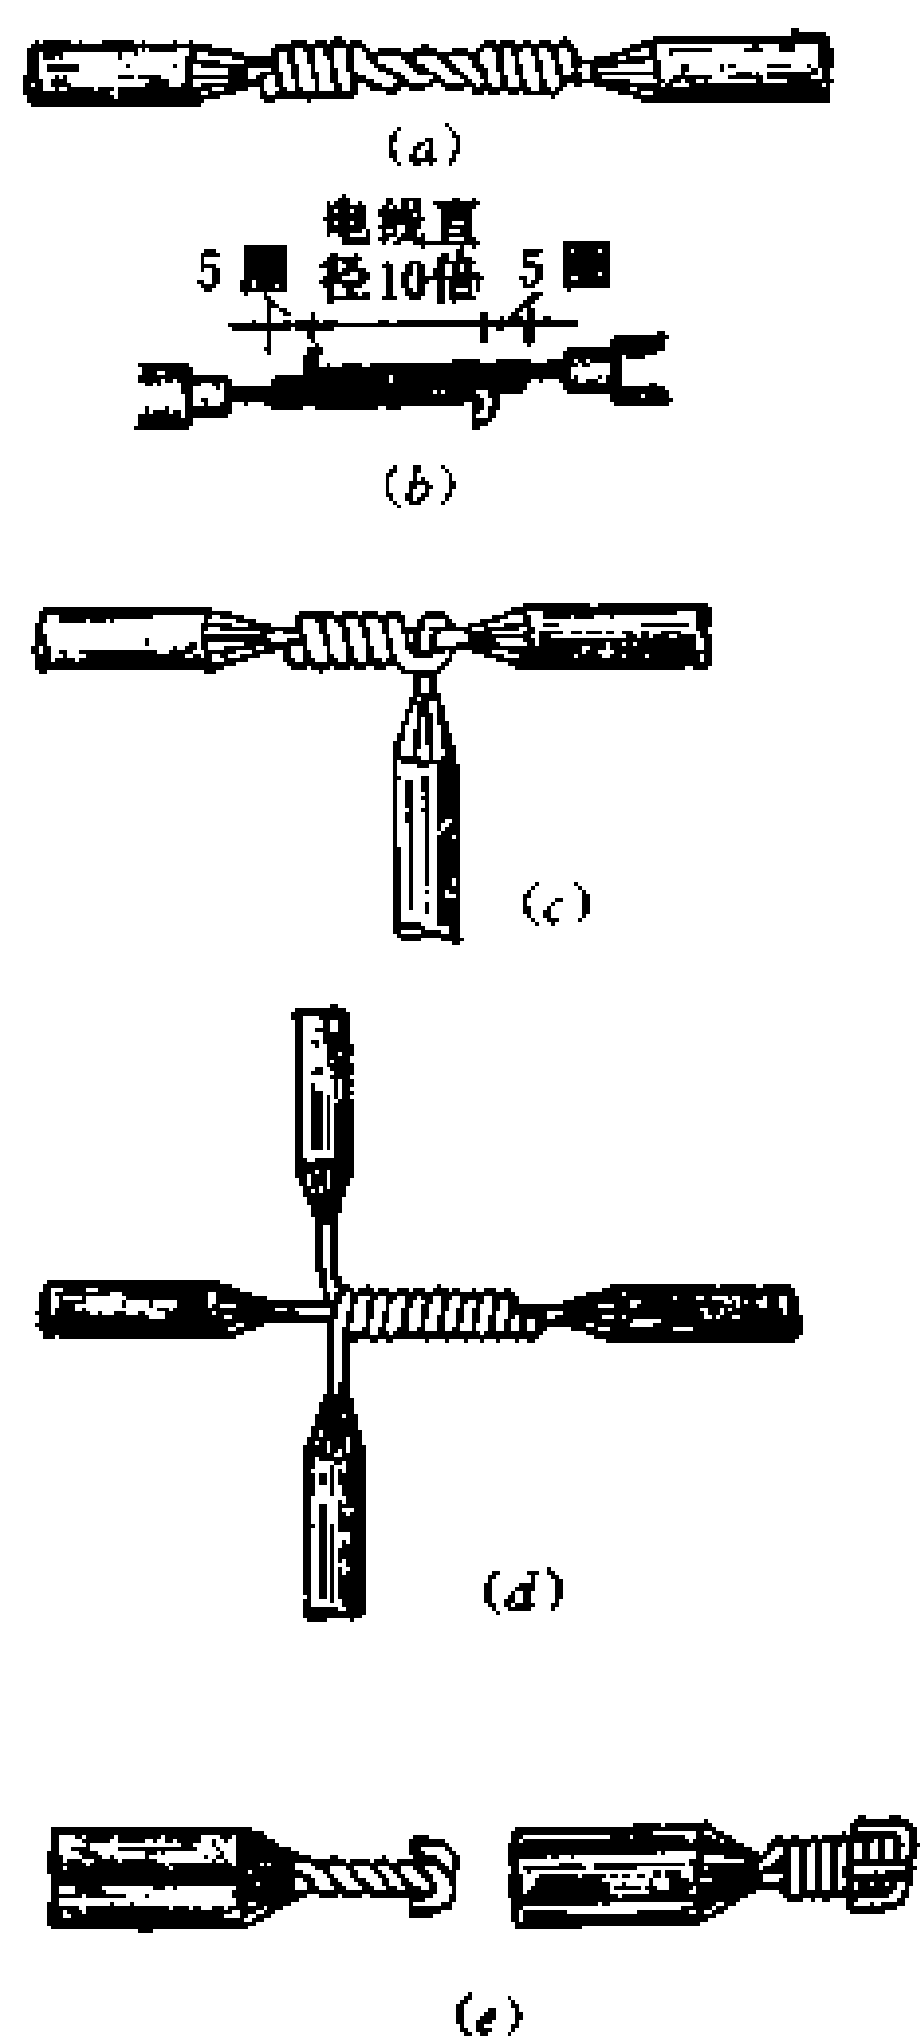

图 3—51 单股导线的连接
(4) 软线和单股导线的连接: 软线和单股导线连接时, 应先将软线在单股导线上缠绕7~8圈, 再把单股线向后弯曲, 防止脱落(图3—53)。